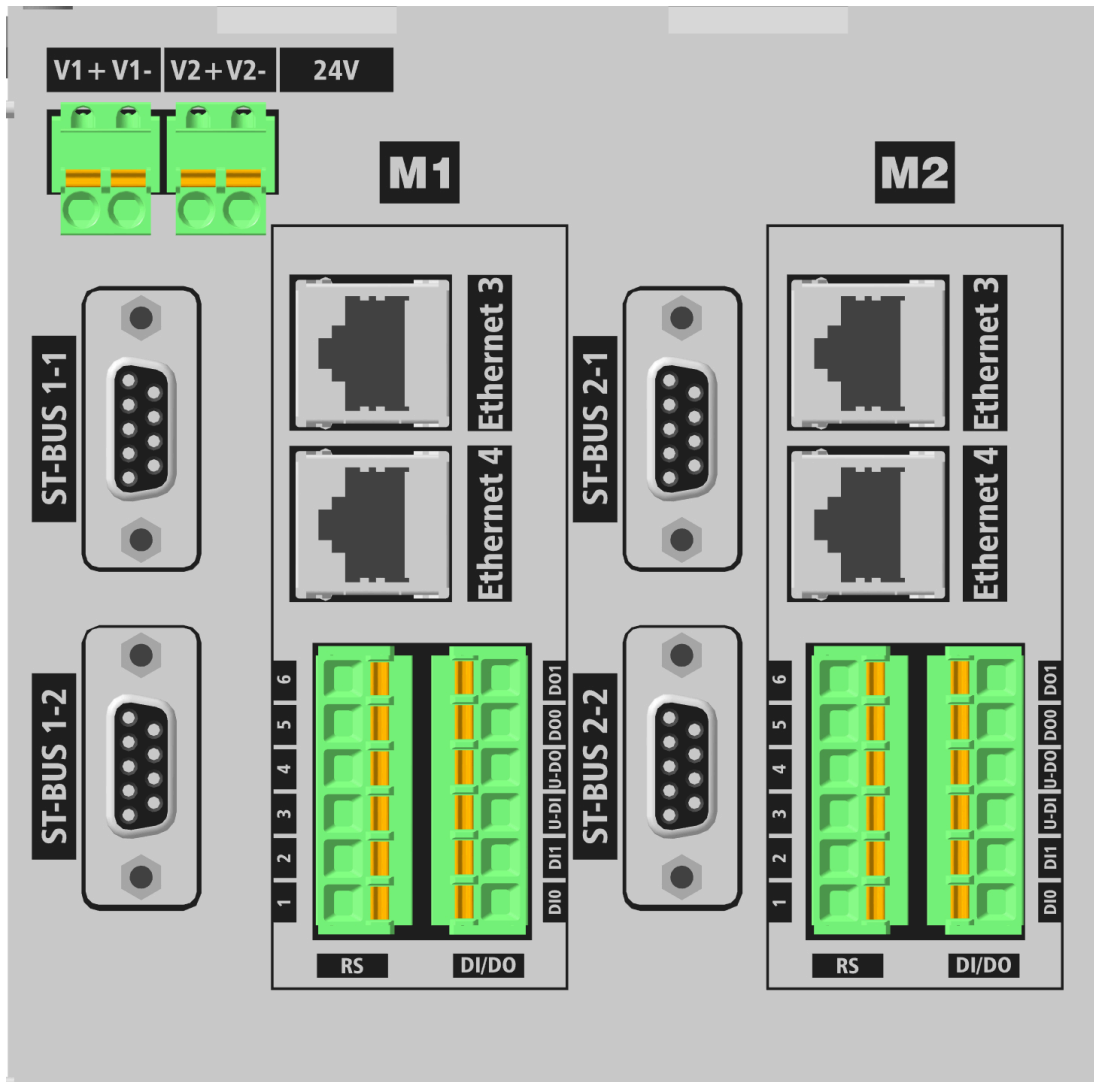

Рисунок 11 – Разъемы для подключения внешних цепей к каркасу CR6 MR
- разъемы DI/DO, 485, Ethernet 3, Ethernet 4 для подключения внешних цепей к мастер-модулям M1, M2 (см. рисунок 11);